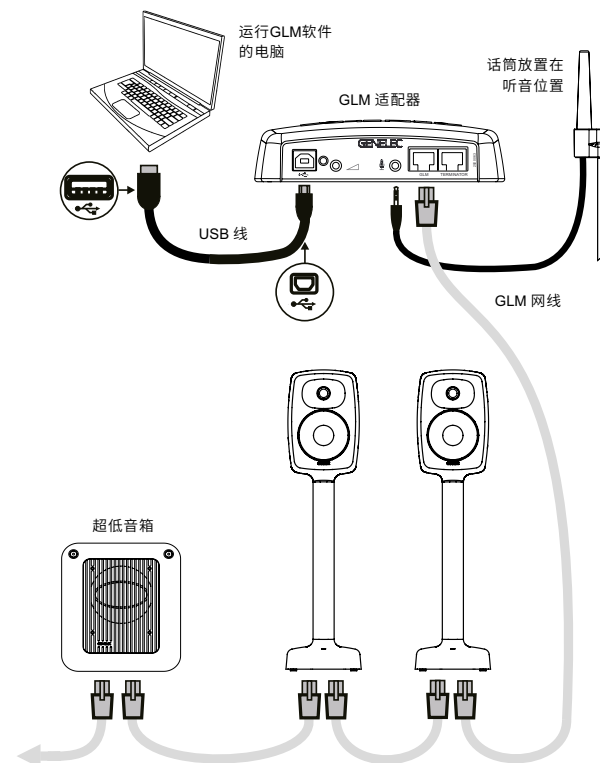

图 5. GLM 网络连接示意图
图5为GLM控制网络连接示意图。为此，您需要一套GLM校准套件，并在电脑上安装GLM软件。GLM校准套件需单独购买，其中包含一个用于连接电脑USB的适配器和一只校准话筒。GLM软件可从www.genelec.cn“服务支持”>“GLM软件下载”页面中免费下载。如前所述，部分真力经销商可以提供系统安装、设置和校准服务，详情请咨询当地经销商。
2. 使用5类网线(RJ45接头)将每只音箱(包括超低音箱)串接起来，最终连接到GLM适配器的网络输入接口(见图5)。然后将GLM适配器通过USB线连接到电脑。